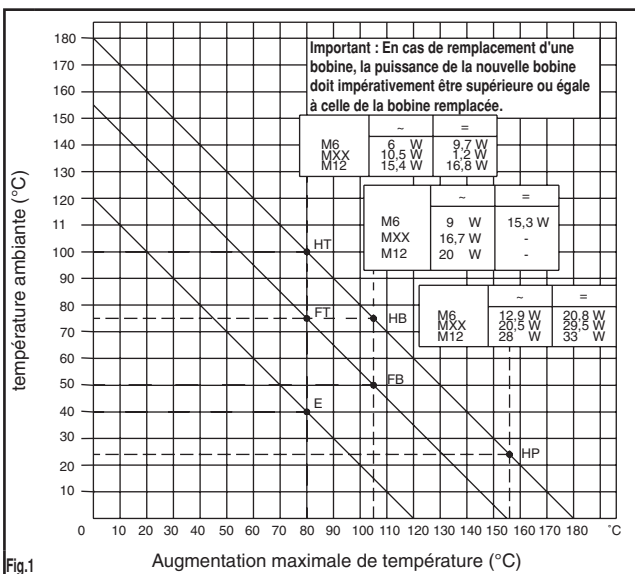

Fig.1
- En cas de température ambiante plus élevée le graphe (fig. 1) donne un exemple d'une bobine identifiée FT pouvant être substituée par une bobine HT. Nous consulter.